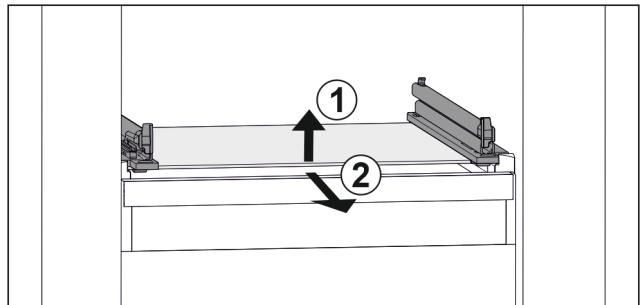

Fig. 139 Приблизне відображення скляної пластини
- ▶ Підняти скляну пластину спереду. Fig. 139 (1)
- ▶ Вийняти скляну пластину рухом вперед. Fig. 139 (2)